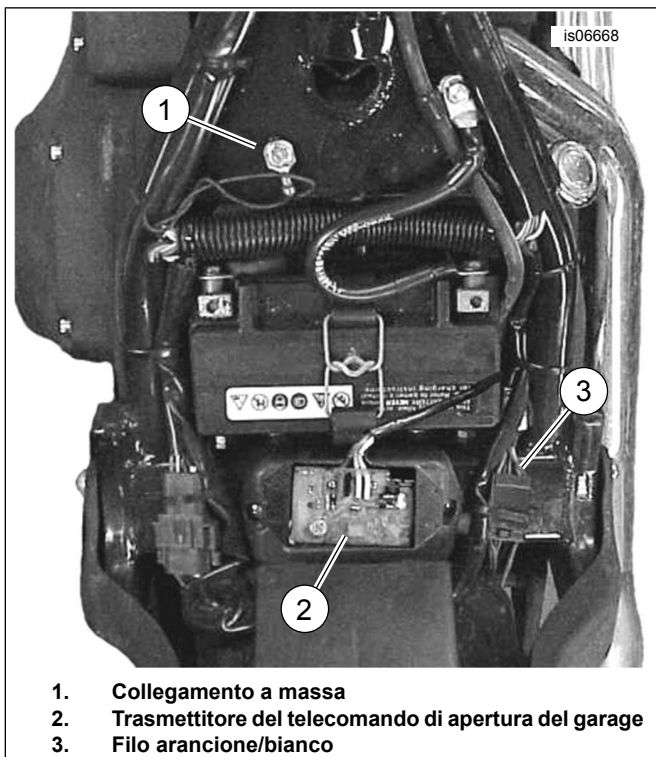

Figura 3. Montaggio del trasmettitore (Softail 1999 e anni precedenti)
2. Vedere Figura 3. Svitare la vite di massa (1) che si trova sulla parte superiore del telaio, sotto la sella e vicino al serbatoio del combustibile.